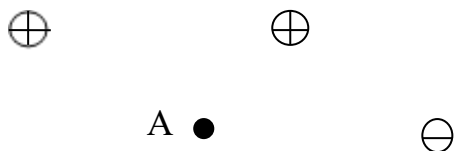

Рис.4
5. На рис.4 показаны три точечных заряженных тела. Найдите напряженность поля в точке А.